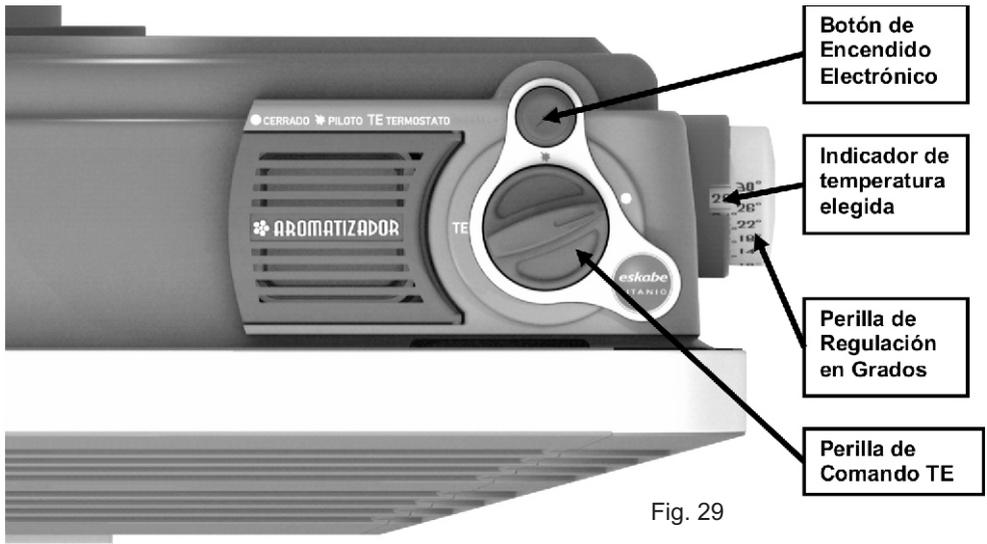

Fig. 29
La selección de la temperatura ambiente, desde aproximadamente 10 °C hasta aproximadamente 32°C, se realiza mediante una cómoda **Perilla de Regulación en Grados** ubicada en el lateral derecho del calefactor (Fig. 29).
Con la **Perilla de Comando TE** (Fig. 29), ubicada en la parte superior derecha del calefactor, se realizan las operaciones básicas para el manejo del calefactor, por ejemplo, para el **Apagado Total**, para el **Encendido del Piloto** y para poner en **Termostato (TE)**.
Con la **Perilla de Regulación en Grados** (Fig. 29), ubicada en el lateral derecho del calefactor, se elige la temperatura deseada para el ambiente. En la posición **S (Sleep)** de esta perilla el calefactor funcionará con un régimen más adecuado para las horas de descanso nocturno.
Para colocar la Perilla de Regulación en Grados (Fig. 29) en la temperatura elegida, es conveniente, primero girarla hasta la posición de temperatura máxima (32 °C) y, a continuación, retroceder hasta la posición de la temperatura deseada.
- Presione a fondo la **Perilla de Comando TE** (Fig. 29) en la posición ● (Cerrado) y gírela hasta que el símbolo ★ (Piloto) quede alineado con el indicador de posición.
- Presione a fondo la **Perilla de Comando TE** (Fig .29) en la posición ●(Cerrado) y gírela hasta que el símbolo ★(Piloto) quede alineado con el indicador de posición (fig. 29).
- Presione a fondo la **Perilla de Comando TE** y, manteniéndola oprimida, pulse el Botón del Encendido (fig. 29).